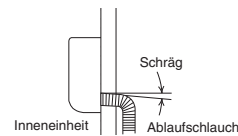

Abb. 3-105
- Der Ablaufschlauch soll ein Gefälle nach außen aufweisen. (Abb. 3-105)